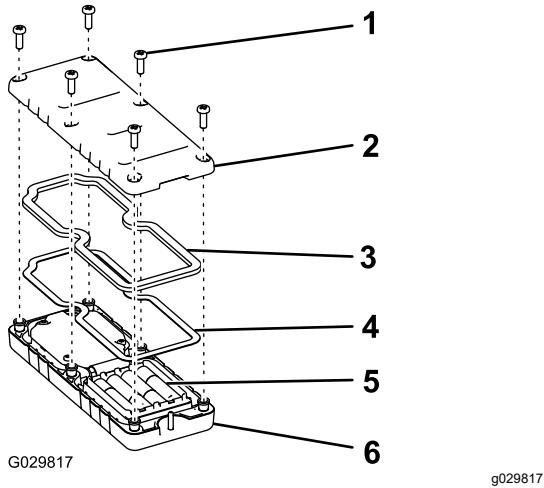

Figura 40
1. Retire os seis parafusos da parte posterior do comando remoto e retire a cobertura (Figura 40).
5. Coloque a tampa e prenda-a com os seis parafusos previamente removidos (Figura 40) e aperte-os com uma força de 1,5 a 1,7 N·m.